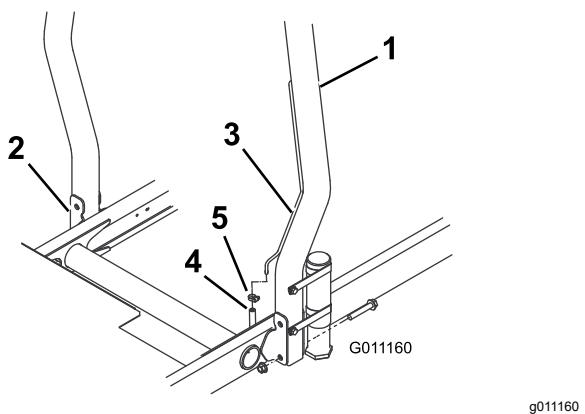

Figura 8
- Baje la barra anti-vuelco sobre los soportes de montaje de la unidad de tracción, alineando los taladros de montaje. Asegúrese de que el tubo de ventilación de la barra anti-vuelco está en el lado izquierdo de la máquina (Figura 8).
- Fije cada lado de la barra antivuelco a los soportes de montaje con 2 pernos con arandela prensada y 2 contratuerzas (Figura 8). Apriete las fijaciones a 81 N·m.